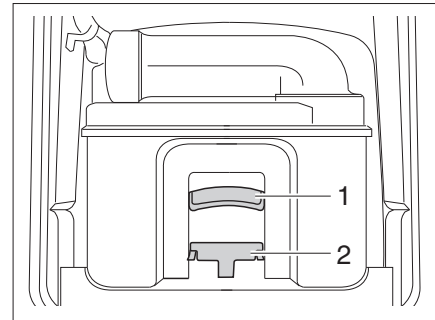

Fig. 164 Cassetta Thetford
- Tirare la staffa di supporto (Fig. 164,2) verso il lato anteriore per sbloccare la cassetta della toilette ed estrarre la cassetta mediante la maniglia (Fig. 164,1).